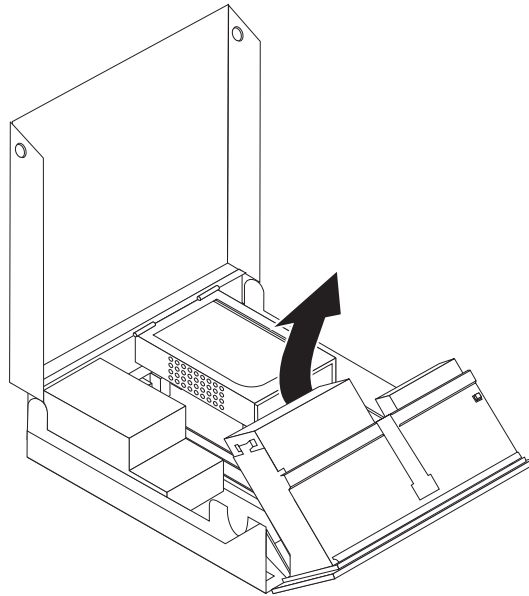

Figura 9. Rotazione del vano unità
2. Ruotare l'assieme del vano unità verso l'alto per accedere ai collegamenti del cavo e rimuovere i cavi dell'unità dalla stessa. Consultare la sezione Figura 9.